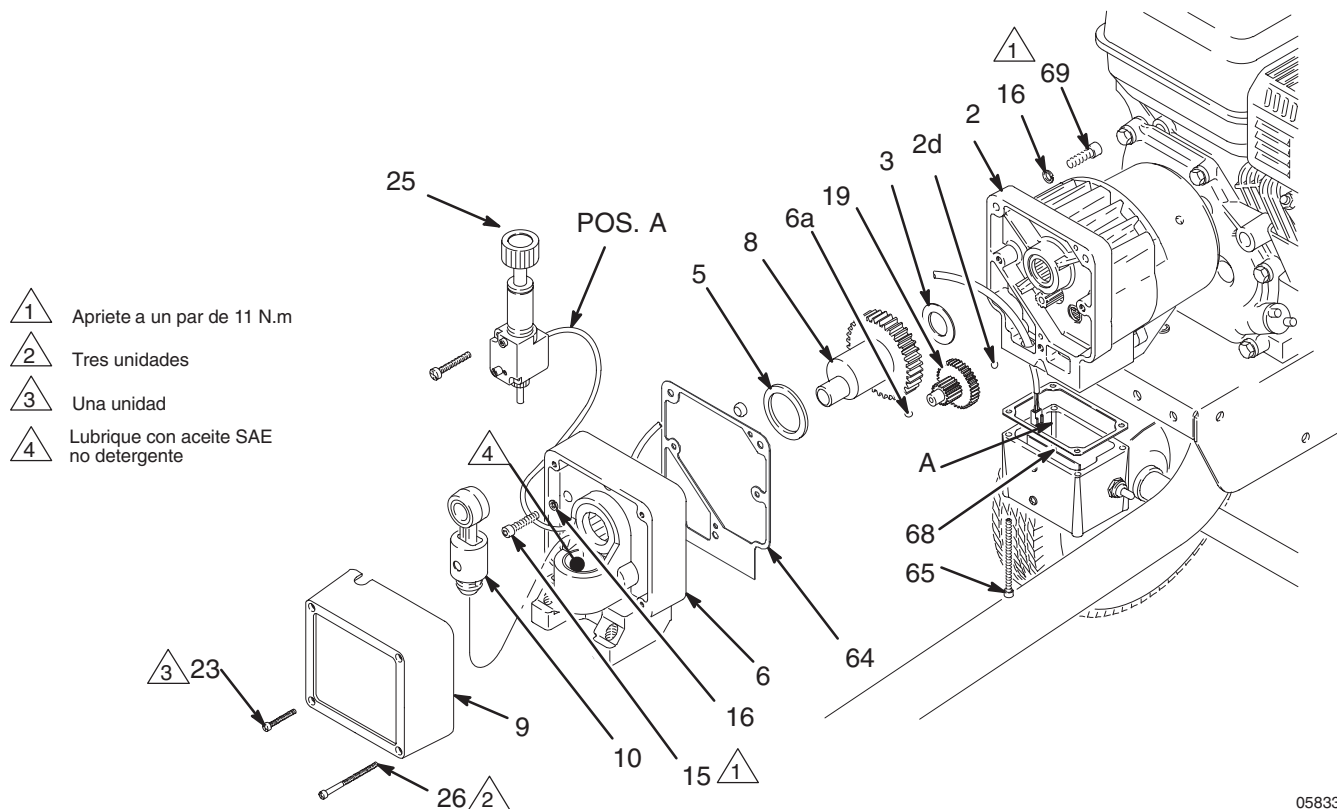

Fig. 5
2. Desmonte el dispositivo de control de presión (25). Vea la página 18.
3. Saque los tres tornillos y las arandelas de seguridad (15, 16) del alojamiento de impulsión. Vea la Fig. 5, en la página 17.
4. Saque los dos tornillos (69) y las arandelas de seguridad (16) del alojamiento del piñón. Vea la Fig. 5, en la página 17.
5. Golpee suavemente la parte inferior trasera del alojamiento de impulsión (6) con una maza de plástico, para aflojarlo. Saque el alojamiento del alojamiento del piñón.